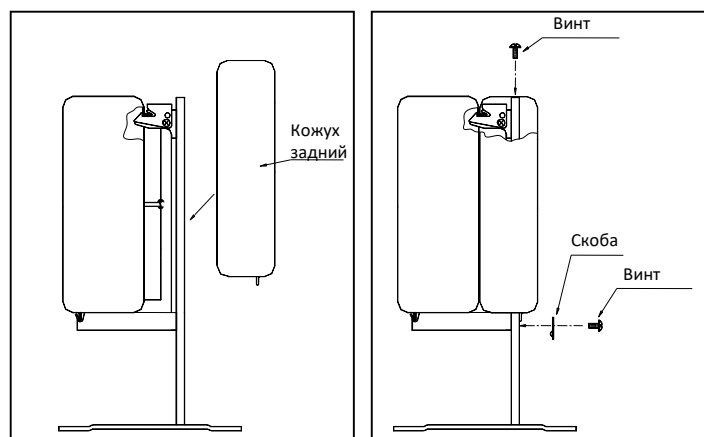

Рис. 3 Последовательность монтажа заднего кожуха конвектора РКО.
- 5.6. При монтаже конвектора напольного исполнения РКО установить дополнительный кожух, закрепив его винтами и прижимными шайбами к кронштейнам в соответствии с рис. 3.